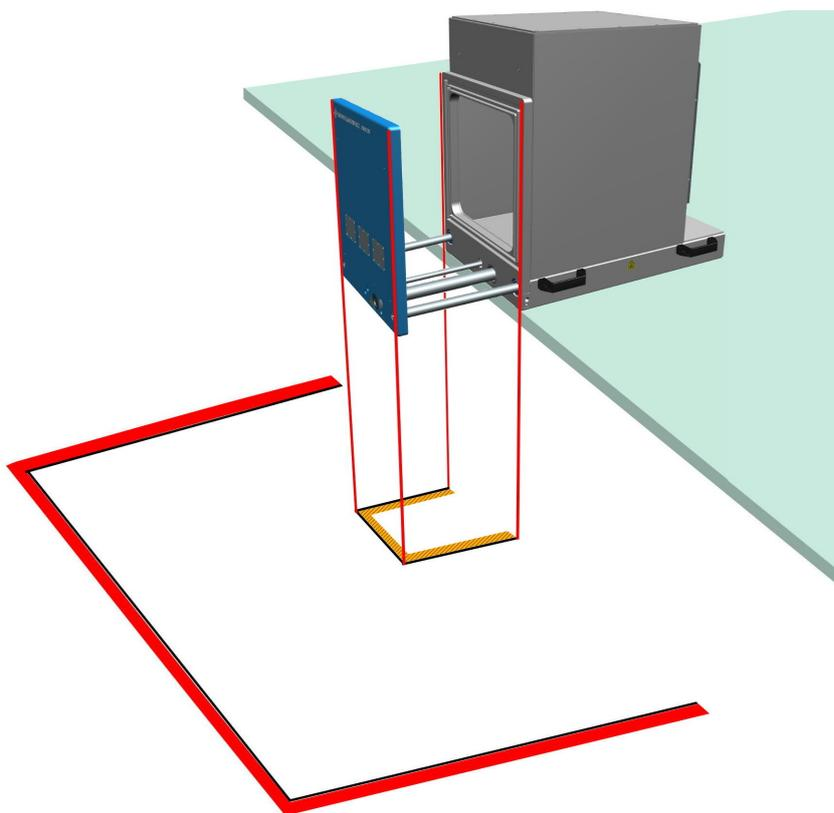

Figure 6-7 : Zones d'accès restreint marquées au sol
5. Marquez la zone de la porte sur le sol sous la porte ouverte de la chambre, comme illustré à la Figure 6-7.
8. Marquez la zone de travail à une distance d'1 m à l'extérieur de la *zone de la porte* au sol. Voir Figure 6-7.